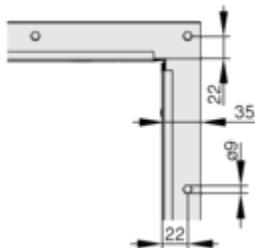
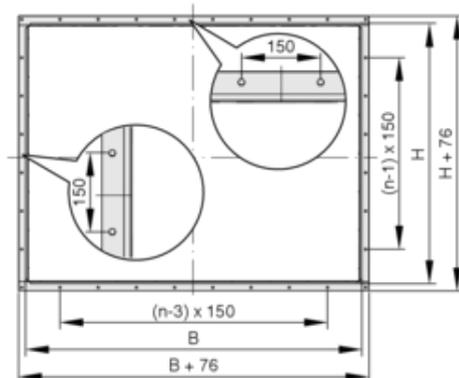
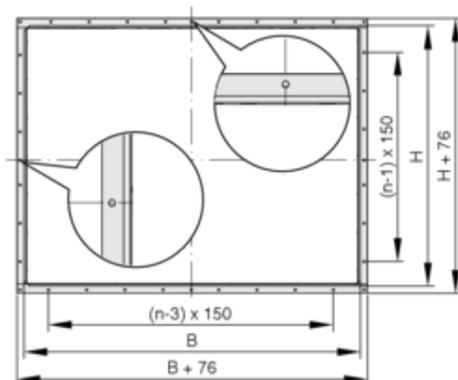

Fig. 12 : Détail des trous d'angle pour le cadre d'angle (W)
Fig. 13 : Silencieux à baffles avec cadre d'angle non divisé (W), nombre de trous droit
Fig. 14 : Silencieux à baffles avec cadre d'angle non divisé (W), nombre impair de trous
Le cadre en cornière (W) se compose de profilés en largeur et en hauteur qui sont reliés pour former un cadre. Les trous d'angle ne sont prévus que dans le profilé de largeur (Fig. 12). Nombre de trous selon le tableau. Tous les trous ont un diamètre de 9 mm. Le pas est de 150 mm et la disposition est déterminée en fonction du nombre de trous (Fig. 13 / Fig. 14)
Pour les profils de largeur et de hauteur non divisés, voir respectivement les figures 13 et 14